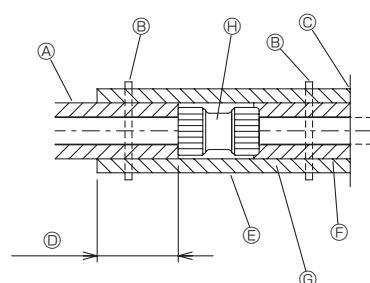

Fig. 4-11
2. После подключения наложите изоляцию на соединительную и открытую секции трубопровода. (Fig. 4-11)